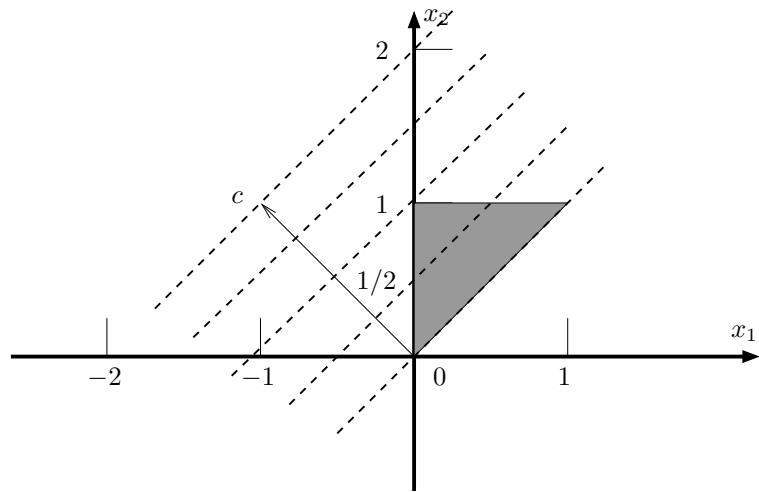

Figura 2.3: Regione ammissibile (esercizio 2.3)
**Risoluzione.** La regione ammissibile di entrambi i problemi è riportata in figura 2.3 (in grigio). Poichè  $c^T = [-1 \ 1]$ , la soluzione ottima del problema di massimizzazione è  $x^{*T} = [0 \ 1]$  (con  $z^* = 1$ ), mentre il problema di minimizzazione ammette infinite soluzioni ottime del tipo: